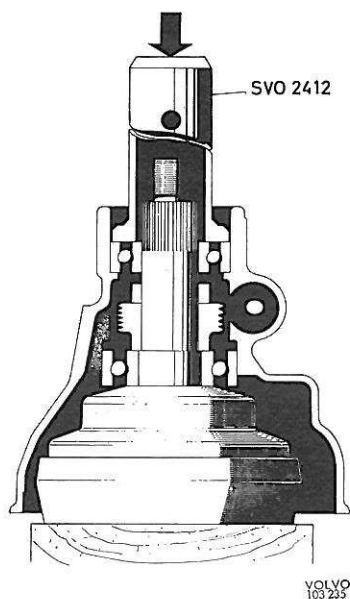

Figure 26. Remontage de l'arbre de sortie
3. Poser l'arbre de sortie sur une planche de bois. Remonter le pignon de tachymètre et la douille d'écartement. Remonter la moitié arrière du carter en se servant de la douille SVO 2412, voir figure 26.